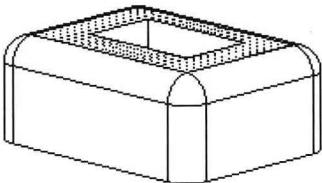
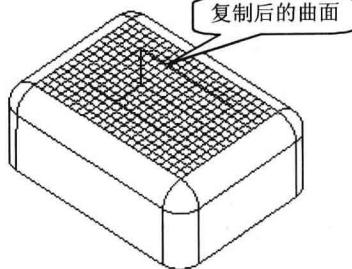

图 1.4
图 1.5
(1) 单击背景，选择如图 1.4 所示的曲面。
(2) 在工具栏中单击 按钮，然后单击 按钮。
(3) 在操控面板中单击“选项” (Options) 按钮，选择“排除曲面并填充孔”选项，激活“填充孔/曲面”编辑框。
(4) 单击该曲面即可选择孔的边界。
(5) 单击鼠标中键。如图 1.5 所示为复制后的曲面。